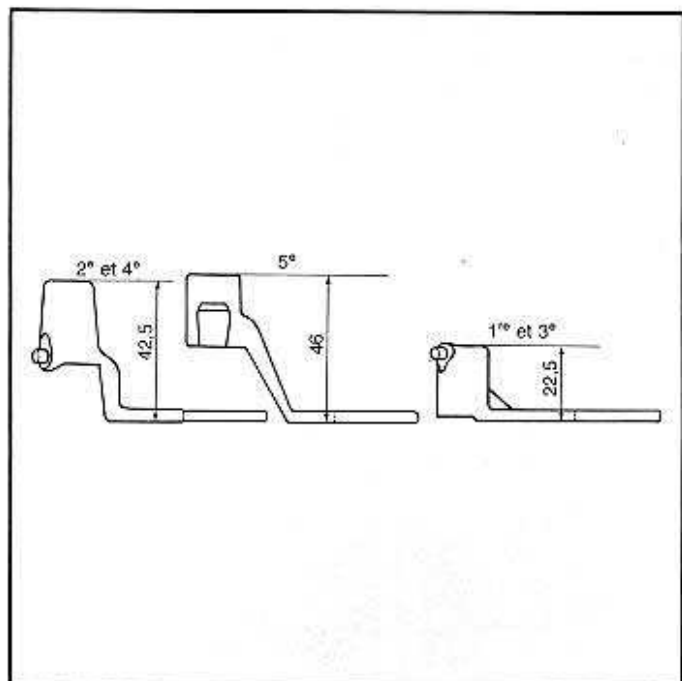

Fig. 49
- Identification des fourchettes (fig. 49).